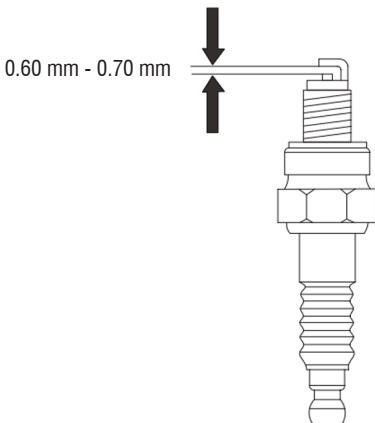

Fig. 25 – Folga da vela
8. Para um correto funcionamento, a folga da vela deve estar entre 0,60 mm e 0,70 mm (fig. 25).